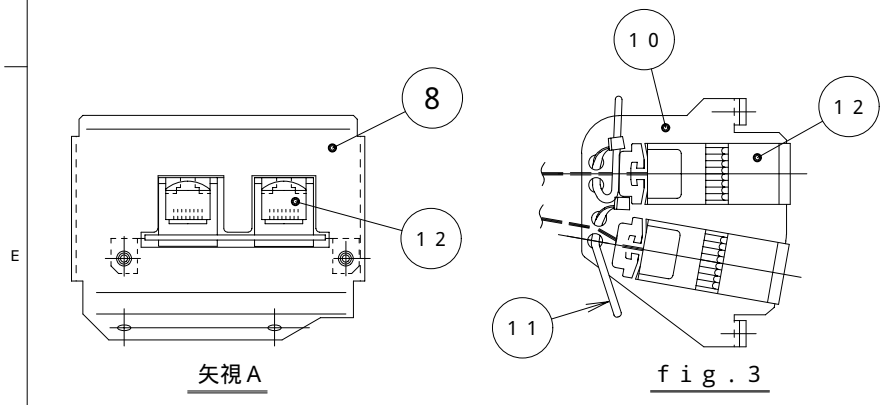

fig. 3
- モジュラジャックは床下ケーブルを圧接接続した後、取付枠に固定します。この固定は先端幅6ミリのマイナスドライバにてカシめることによって下さい (fig. 3)。その後 取付板にネジ固定して下さい。